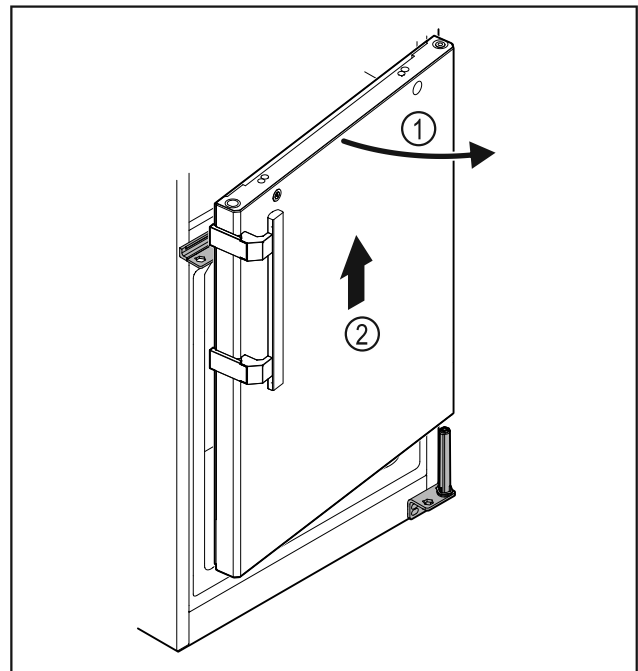

Fig. 28
- ▶ Avaa ovea Fig. 28 (1) hiukan, nosta sitä noin 200 mm suoraan ylöspäin ja ota se pois Fig. 28 (2).